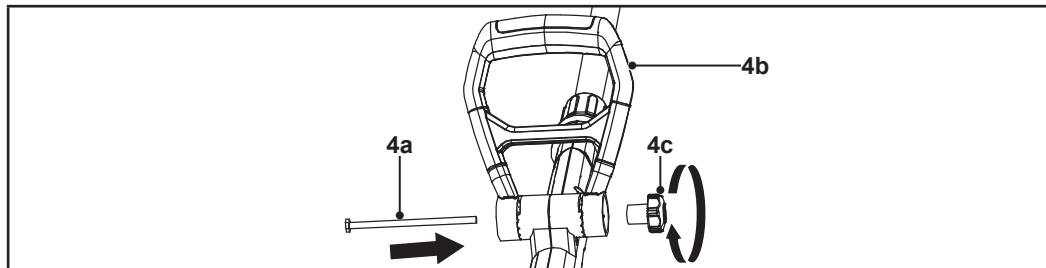

Fig. 1
2. Montează mânerul auxiliar (4b) pe tija carcusei (fig. 1).
3. Fixează mânerul auxiliar (4b) cu șurubul lung (4a) și cu roțița de blocare (4c) (fig. 1).